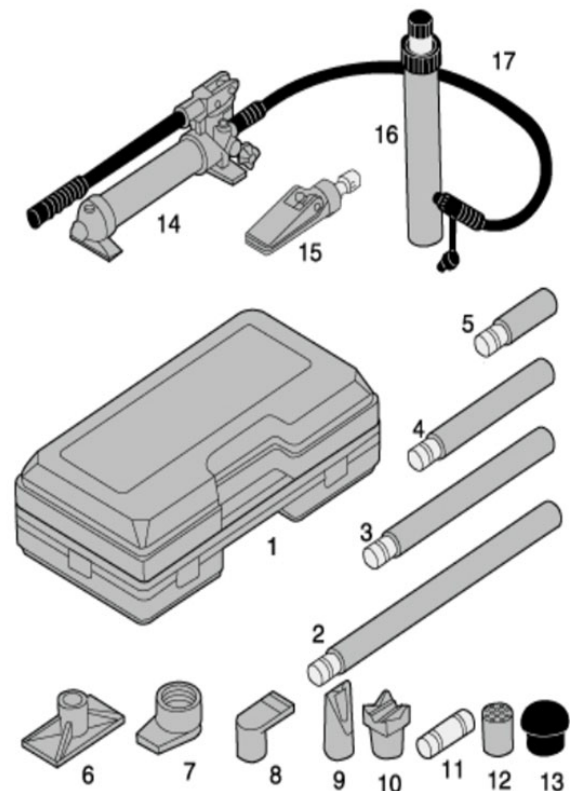

Abb. 2: Gerätebeschreibung
Schritt 1: Das Entlüftungsventil (Abb. 2 und P09, Abb. 3) öffnen.